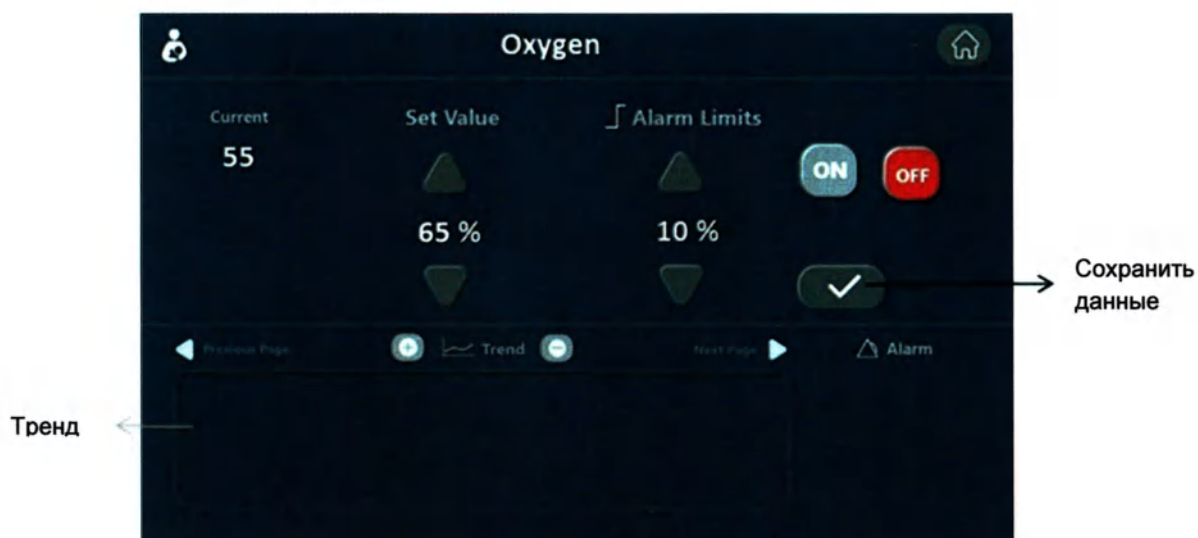

Рис. 9.30 – Экран кислородной терапии
1. Для активации кислородной терапии нажмите  на главном экране. Появится экран кислородной терапии (см. Рис. 9.30):